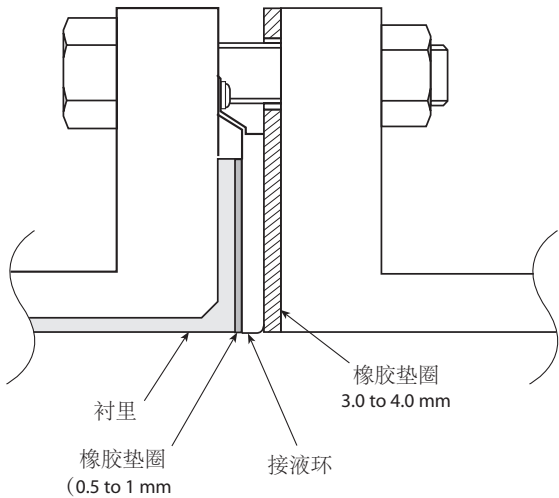

图 2-11 使用橡胶垫圈
- 在此状态下，按图 2-11 安装到配管上。紧固力矩以达到橡胶垫圈的液体密封所必需的力矩即可。